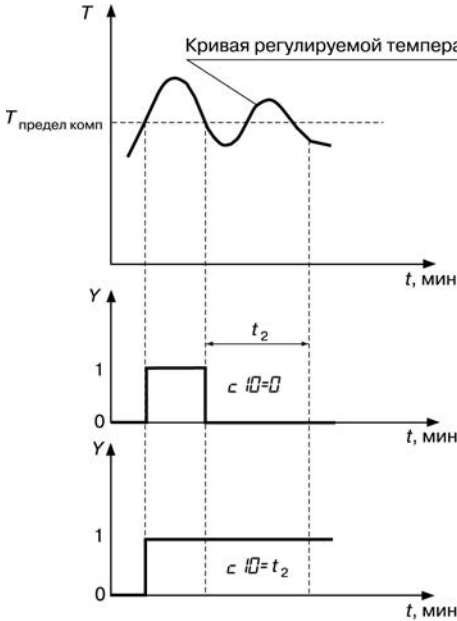

Рис. 3.20. Задержка отпущения компаратора: компаратор "не отпустил"
- если время нахождения управляемой величины ниже установленного предела после срабатывания компаратора меньше t_2 (установленного времени задержки отпущения компаратора), то отпущения не происходит (рисунок 3.20).